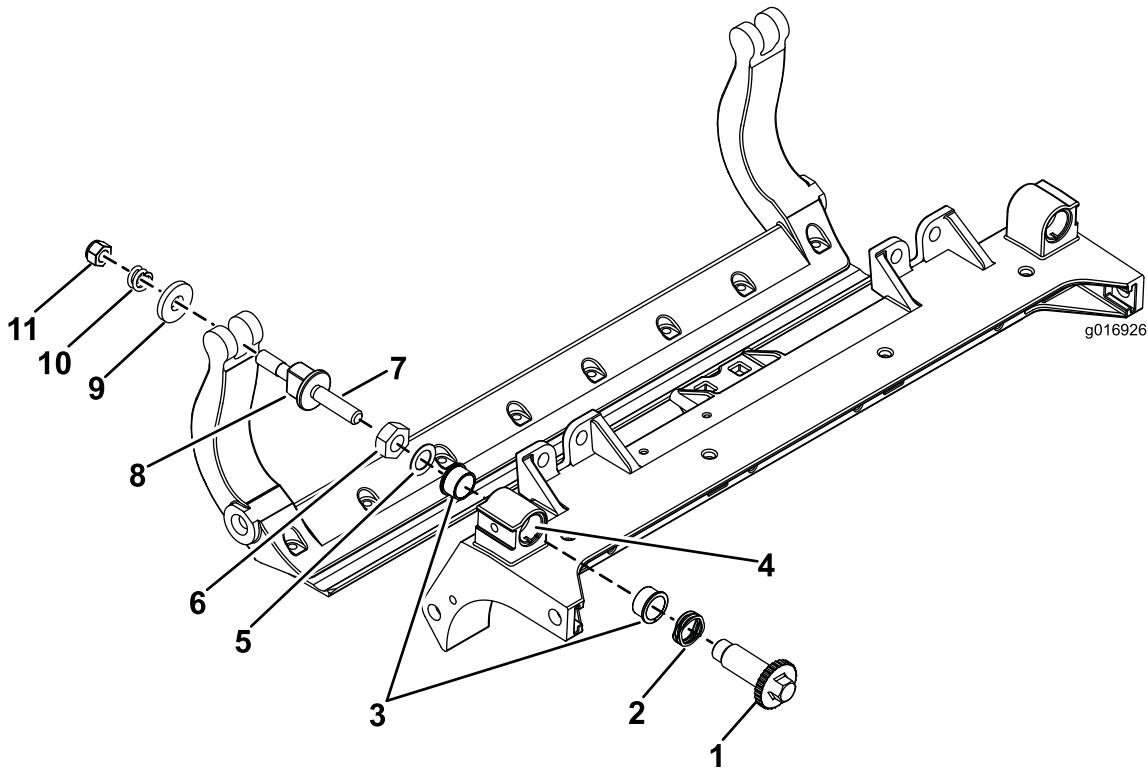

Bild 30
1. Entfernen Sie alle Teile (siehe *Installationanleitung* für das HD-DPA-Kit Modellnr. 120-7230 und auch Bild 30).
2. Tragen Sie ein Mittel zur Vermeidung des Festfressens innen im Büchsenbereich am mittleren Mähwerkrahmen auf (Bild 30).
3. Fluchten Sie die Keile an den Flanschbüchsen mit den Schlitten im Rahmen aus und setzen Sie die Büchsen ein (Bild 30).
4. Legen Sie eine Wellenscheibe auf die Einstellerwelle und schieben Sie die Welle auf die Flanschbüchsen im Mähwerkrahmen (Bild 30).
5. Befestigen Sie die Einstellerwelle mit einer Flachscheibe und einer Sicherungsmutter (Bild 30). Ziehen Sie die Sicherungsmutter mit 20 bis 27 N·m.
9. Befestigen Sie den Untermesserträger mit den Untermesserträgerschrauben (Muttern an den Schrauben) und den sechs Scheiben an jeder Seitenplatte. Legen Sie eine Nylonscheibe an jede Seite des Seitenplattenansatzes. Legen Sie eine Stahlscheibe außen auf jede Nylonscheibe (Bild 30).
Ziehen Sie die Schrauben mit 37 bis 45 Nm an. Ziehen Sie die Sicherungsmuttern an, bis sich die Stahlscheibe außen nicht mehr dreht und kein Spiel am Ende vorhanden ist, ziehen Sie jedoch nicht zu stark an oder verbiegen Sie die Seitenplatten. Die Scheiben innen können einen Abstand aufweisen (Bild 30).
10. Ziehen Sie die Mutter an jedem Untermesserträgereinsteller an, bis die Druckfeder ganz zusammengedrückt ist, lösen Sie die Mutter dann um eine halbe Umdrehung (Bild 30).